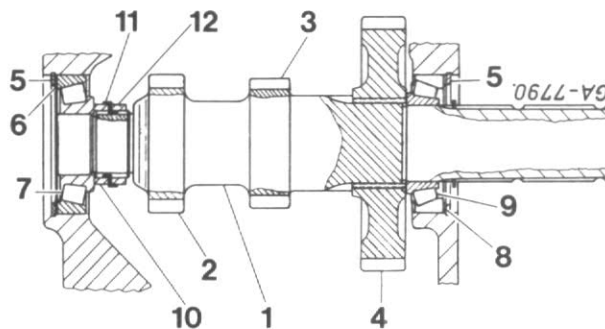

Figure 99
Au besoin, redressez la rondelle-frein et desserrez les deux écrous (10 et 12, Fig. 99). Retirez le circlip (5) et la cale (6).
Installez la bague extérieure du roulement (9, Fig. 99), la cale (8) et le circlip (5).
Attention: L'extrémité la plus courte du moyeu de pignon (3) doit faire face au roulement à rouleaux coniques (9, Fig. 99). Glissez la bague intérieure du roulement (9) sur l'arbre. Introduisez la bague extérieure du roulement (7) dans le carter, ainsi que l'entretoise (6) et fixez avec le circlip (5).
Réglez l'arbre intermédiaire arrière (1, Fig. 99) de la façon suivante: